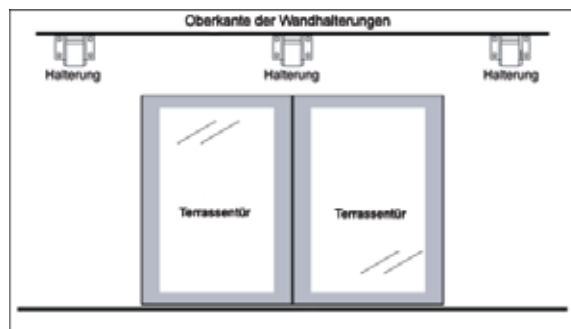

Bild 2
4. Die ermittelte Lage der Halterungen ausmessen und auf die Montageebene (Wand) übertragen. Zeichnen Sie mit Hilfe eines langen Lineals eine waagerechte Linie an. (Bild 2) Die richtige Montage der Halterungen an der Wand ist äußerst wichtig, weil auf das Trägerrohr ein enormes Gewicht durch die Markise zukommt.